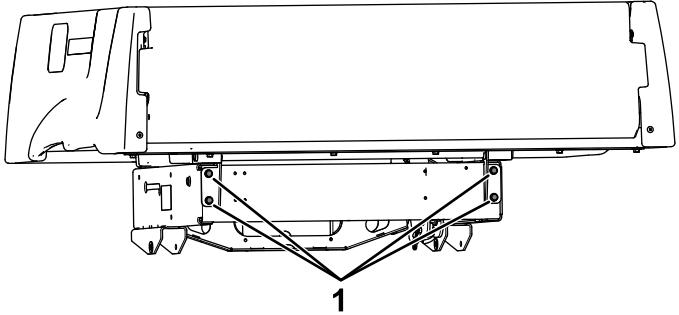

Figura 16
- Se il pianale di carico non è a contatto con entrambi i cuscinetti in schiuma, allentate i 4 bulloni dei cardini del pianale di carico (Figura 16).